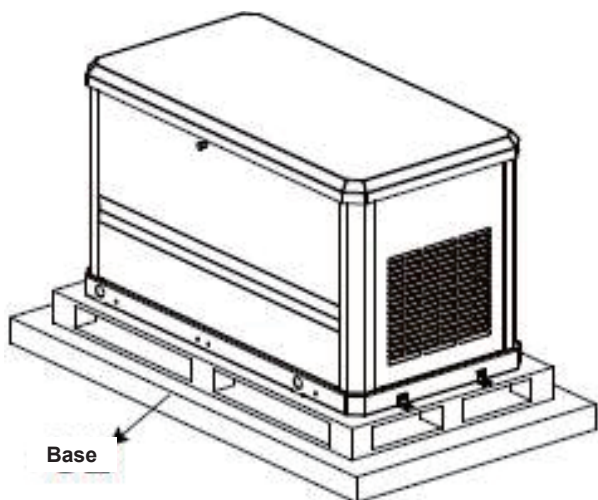

Рис. 4-1
1. Перенесите генератор переменного тока вместе с поддоном на монтажное основание (рис. 4-1);